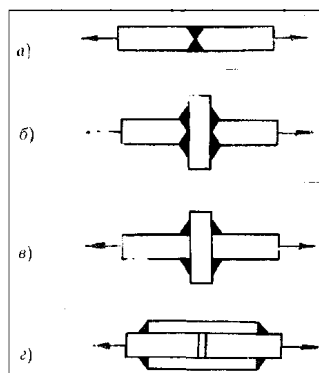

Рис. 1
Определить допустимую осевую нагрузку для сварных соединений встык, впритык и с накладками, конструкция которых приведена на рис. 1.
- 3) определить размеры необходимых накладок (по рис. 1, г), а также размеры сварных швов.